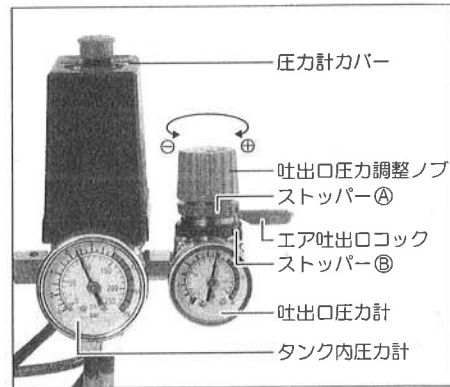

図8
- 吐出口の圧力を上げるときは調整ノブを⊕方向（右）に回して調整してください。（図8参照）
Ⓢ吐出圧力調整ノブには、空転防止用ストッパーが付いています。（図8参照）